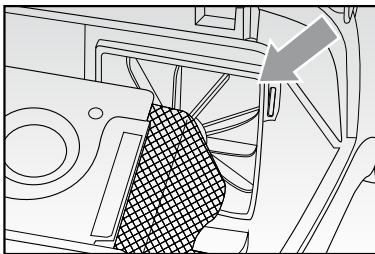

Fig. 9
- Sacar el compartimento del filtro (FIG. 9).